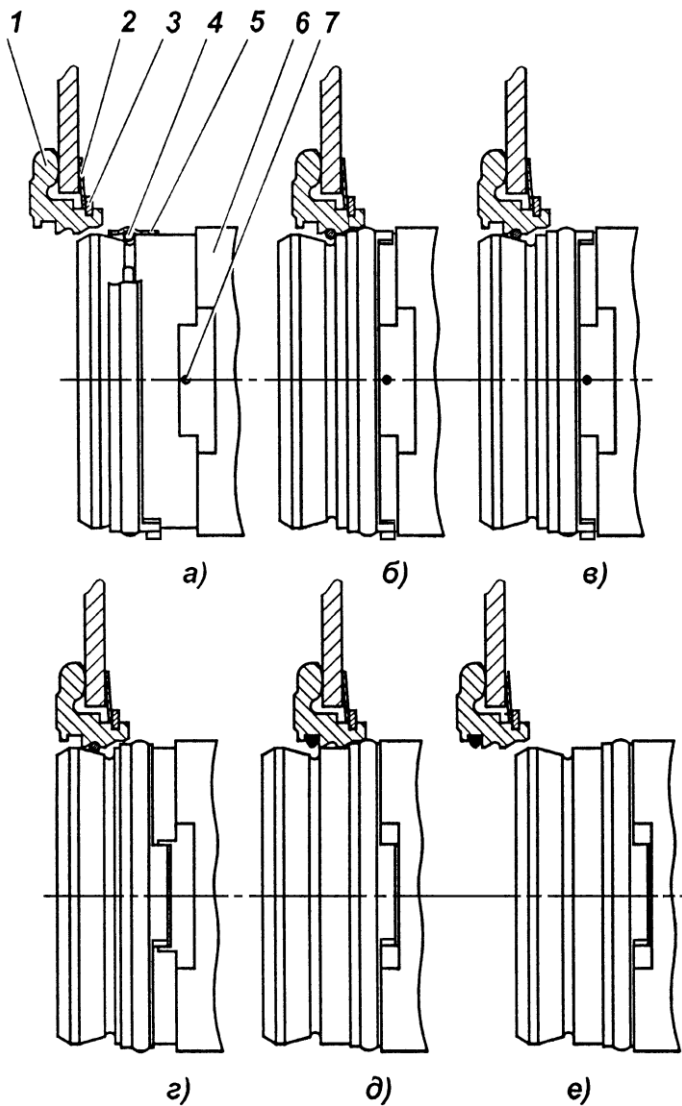

Рис. 109. Основные положения запорного устройства:
Конструкция запорного устройства механизма выключения сцепления требует выполнения особых правил установки коробки передач на двигатель. Основные положения запорного устройства показаны на рис. 109.
- 4 Переместить муфту выключения сцепления к упорному кольцу до упора, для чего с помощью технологического рычага повернуть вал вилки выключения сцепления против часовой стрелки. Пружинное кольцо при этом попадает в фасонную канавку упорного кольца (положение "б", рис. 109).
- 5 Повернуть замковое кольцо 5 (рис. 109) относительно втулки 6 так, чтобы выступы кольца совпали с пазами втулки (положение "г").